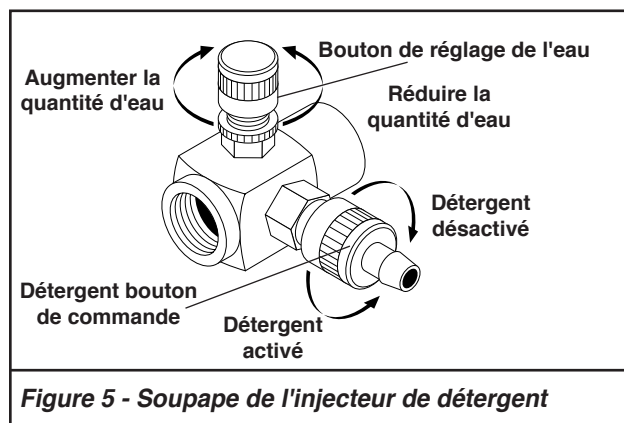

Figure 5 - Soupape de l'injecteur de détergent
3. Commencer l'aspiration de détergent en tournant le bouton de réglage de l'eau de la soupape de l'injecteur de détergent. Consulter la **Figure 5**. Tourner le bouton dans le sens contraire des aiguilles d'une montre permet d'aspirer le détergent dans le système. Le débit peut être observé.